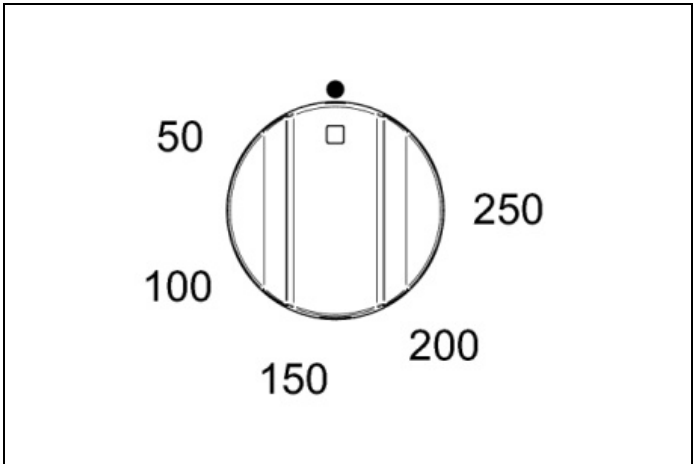
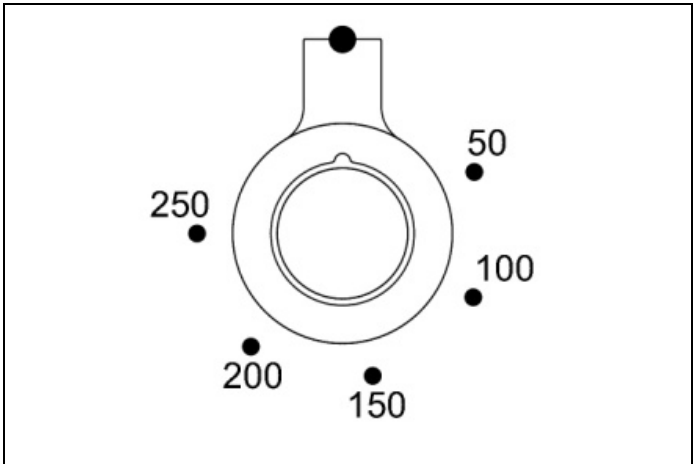
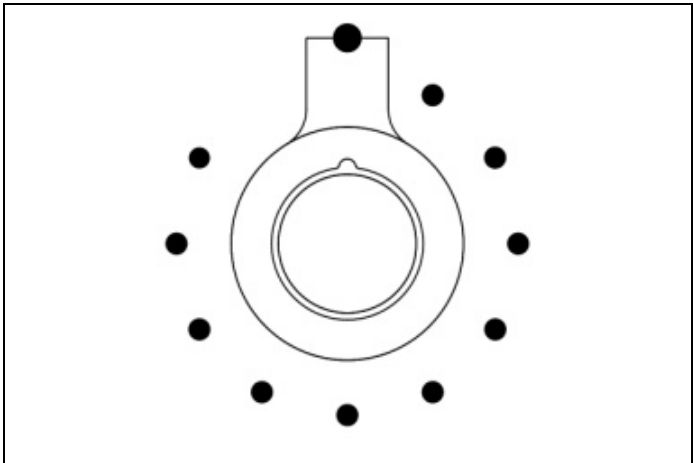

Fig. 23
Fig. 24
Fig. 25
- 2) Vrid temperaturvredet (Fig. 23 - Fig. 24 och Fig. 25 endast PRO T-modellen) medurs för att välja önskad temperatur. Den orange lampan släcks när ugnen har nått den valda temperaturen och är redo att användas. Det är normalt att denna lampa tänds och släcks under tillagningen så att elementen bibehåller en konstant temperatur (ugnens drift indikeras av programmeringsdisplayen endast för PRO T-versionen).